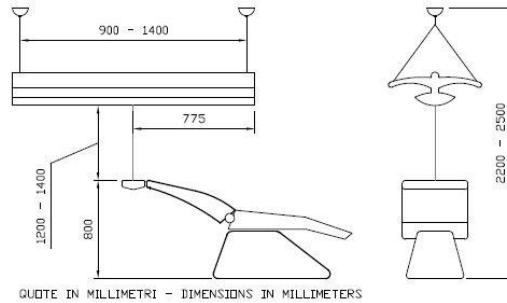

Figura 3 - Figure 3
- Realizzare 2 fori sul soffitto distanti tra loro circa 900 – 1400 mm. Si consiglia l'installazione dell'apparecchio, relativamente alla postazione odontoiatrica, secondo le indicazioni di figura 3.